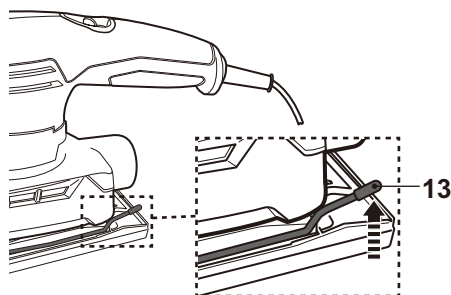

Fig. 10
- > Tire de la palanca de sujeción (13) hacia arriba para desengancharla del cierre (Fig. 10).